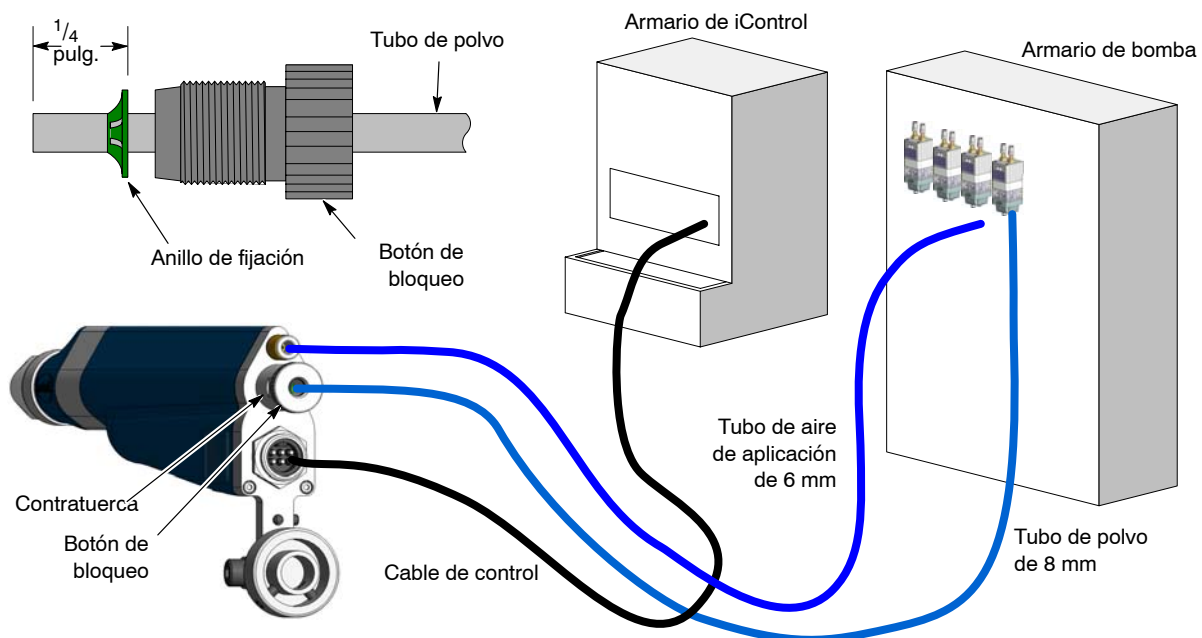

Figura 7 Conexiones de tubo y cable
1. Ver la figura 7. Conectar el cable de control a la pistola y el receptáculo correspondiente en el armario iControl. Apretar las tuercas de cable bien.